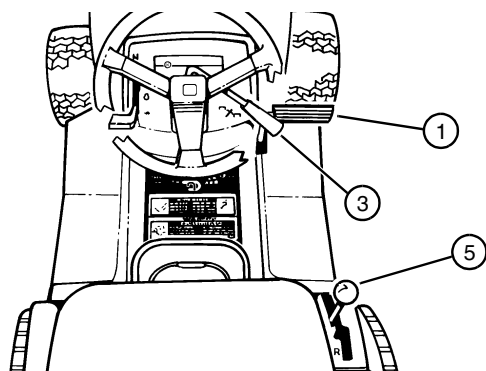

ABBILDUNG 14
- So fahren Sie vorwärts: Feststellbremse lösen, hydrostatischen Getriebehebel (5) nach rechts und vorwärts bewegen (siehe ABBILDUNG 14). Die Traktorgeschwindigkeit wird dadurch bestimmt, wie weit der Getriebehebel nach vorn geschoben wird. Hebel in Leerlaufposition (N) zurückbewegen, um Mäher anzuhalten.
- So fahren Sie vorwärts: Brems-/Kupplungspedal (1) bis zur Bremsposition ganz durchdrücken (siehe ABBILDUNG 14).
- Erster Gang (1) langsamste Geschwindigkeit/höchste Kraft.
- Zweiter (2) bis vierter Gang (4) - allgemeine Bewegung.
- Fünfter Gang (5) - Mäher zu Transportzwecken fahren. Sicherstellen, daß das Mähwerk zur höchsten Position angehoben ist und die Mähmesser entkuppelt sind.
- Rückwärts (R) - rückwärts fahren, um Gegenständen auszuweichen.
- Schalthebel (5) nach rechts und vorwärts in die gewünschte Position bewegen.